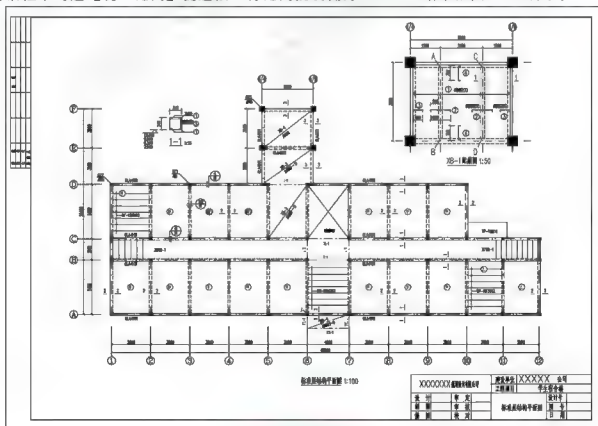

图 5.61 布置图形
- 想一想, “XB-1 配筋图”做成图块后放大 2 倍, ①和⑬轴线之间的距离变成多少? 但尺寸标注出的值是多少? 为什么两者不一致?
(5) 插入“A2”图框: 由于“A2”图框图块是按 1:1 比例制作的, 所以在【插入】对话框中勾选【统一比例】复选框, 将比例值设置为“100”, 结果如图 5.61 所示。